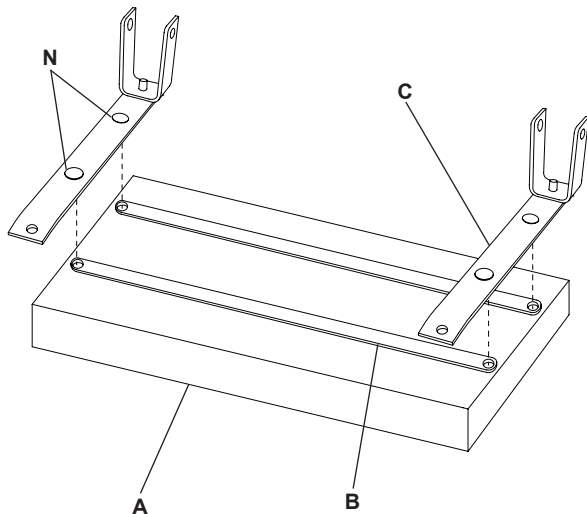

Figura 1 - Ensamblaje del cojín del asiento
1. Con el cojín del asiento (A) hacia abajo, alinear los agujeros de las barras transversales (B) con el asiento. Alinee los agujeros de los soportes de asiento Bares (C) y fije con cuatro Tornillos M6 x 16 con cabeza Phillips (N) (Figura 1).